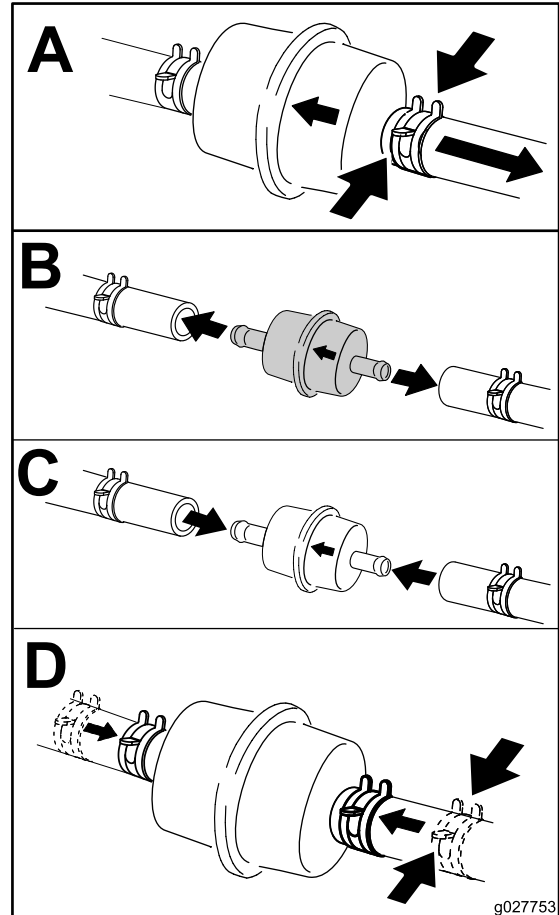

Figura 38
3. Cambie el filtro en línea (Figura 38).